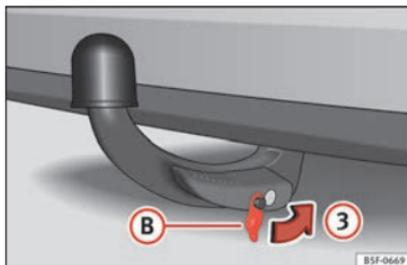

Fig. 231 Placer le cache sur la serrure
- Placez le cache **B** sur la serrure dans le sens de la flèche **3** » » **fig. 231** » » **⚠**.